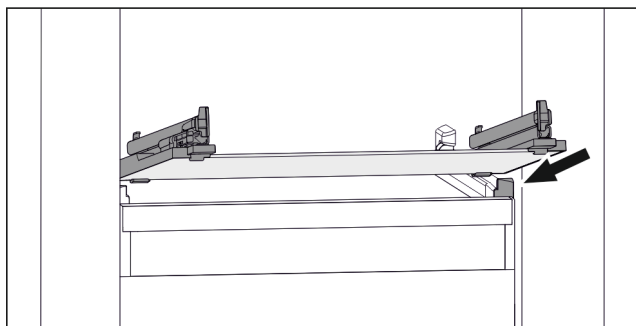

Fig. 74 Príklad zobrazenia sklenenej dosky
- ▶ Nasadte sklenenú dosku šikmo za zádržkami. (pozri Fig. 74)